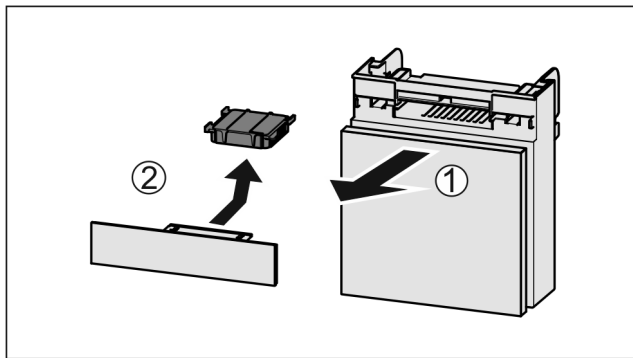

Fig. 178
- ▶ Вытянуть Fig. 178 (1) отделение движением вперед.
- ▶ Извлечение Fig. 178 (2) фильтра с активированным углем.